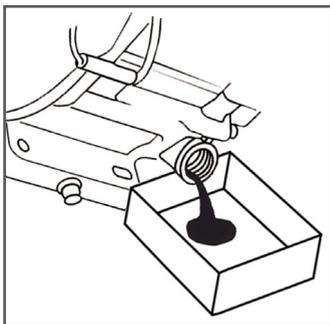

Рис. 33. Замена масла в двигателе
(1) Техническое обслуживание должно осуществляться более часто, при работе в пыльных условиях.
(2) Данный вид работ необходимо выполнять в авторизованном сервисном центре.
6. Подставьте ёмкость для масла под маслозаливную горловину, открутите крышку-щуп и слейте отработанное масло в подготовленную для этого емкость через маслозаливную горловину (Рис. 33).